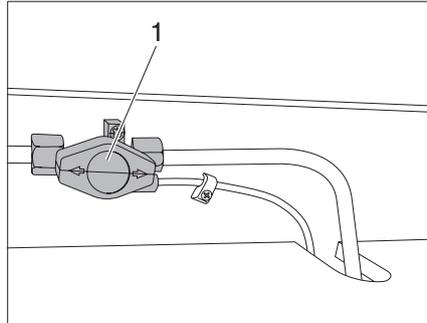

Fig. 70 Rubinetto di arresto del gas area cottura
- ▶ Prima di mettere in funzione un apparecchio montato e funzionante a gas è necessario aprire la valvola principale di arresto della bombola del gas e il rubinetto di arresto del gas (Fig. 70,1).